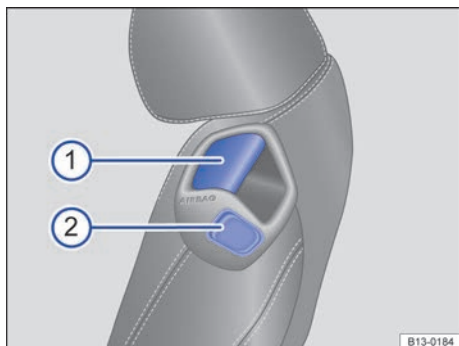

Fig. 70 Mandos para la ayuda de acceso dispuestos en el respaldo del asiento.
Para facilitar subir a la zona del asiento trasero y salir de ella, el asiento delantero se puede desplazar eléctricamente hacia delante y hacia atrás con la tecla → **fig. 70** ② estando el encendido desconectado. Accionando esta tecla, el asiento delantero se desplaza hacia delante o hacia atrás más rápidamente que accionando la tecla para el ajuste longitudinal del mismo → pág. 33.